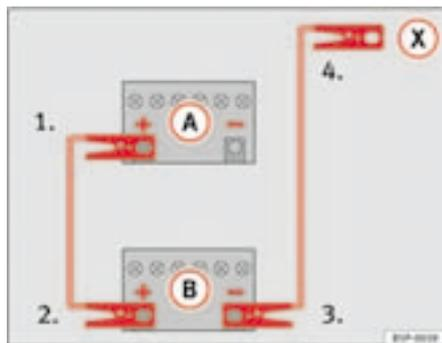

Fig. 165 Esquema de conexión de los cables de emergencia
En la ⇒ fig. 165 **A** representa a la batería sin carga y **B** a la batería con carga.
1. Emborne un extremo del cable de emergencia rojo al polo positivo ⇒ fig. 165 (+) del vehículo con la batería descargada ⇒ ⚠.
4. Emborne el otro extremo del cable negro de emergencia (X) a una pieza de metal maciza unida al bloque motor o al mismo bloque motor del vehículo con la batería descargada, lo más alejado posible de la batería ⇒ ⚠.